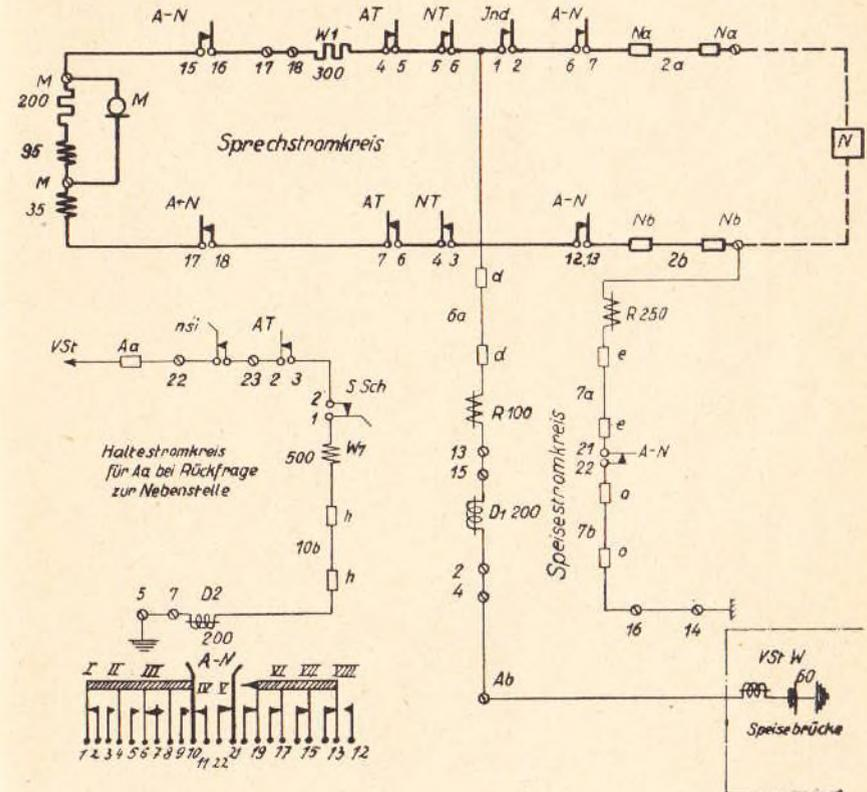

Bild 105. Verbindung Hauptstelle-Nebenstelle und Rückfrage.
7. Im Bild 105 (S. 153) sind die Ziffernbezeichnungen der Kontaktfedern geändert und mit dem neuen unter dem Bild dargestellten Federsatz in Übereinstimmung gebracht worden.